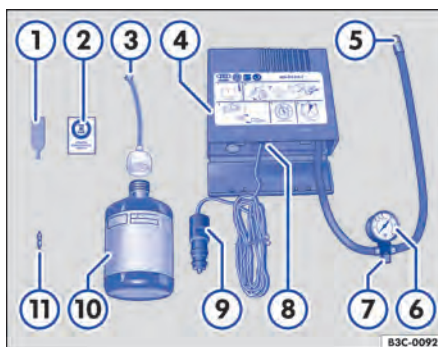

Fig. 246 Representação esquemática: componentes do kit de reparo dos pneus.
O kit de reparo dos pneus encontra-se no compartimento de bagagem sob o revestimento do assoalho. Ele é composto pelos seguintes componentes ⇒ Fig. 246:
12. Colar a etiqueta adesiva ⇒ Fig. 246 ② do kit de reparo dos pneus no campo de visão do condutor no painel de instrumentos.
- Com a chave para remoção do elemento da válvula ⇒ Fig. 246 ①, desrosquear o elemento da válvula da válvula do pneu e colocá-lo sobre uma superfície limpa.
- Agitar a garrafa para enchimento dos pneus ⇒ Fig. 246 ⑩ algumas vezes com força.
- Rosquear a mangueira de enchimento ⇒ Fig. 246 ③ com firmeza no sentido horário sobre a garrafa para enchimento dos pneus. A película na tampa é perfurada automaticamente.
- Remover a vedação da tampa da mangueira de enchimento ⇒ Fig. 246 ③ e introduzir a extremidade aberta totalmente na válvula do pneu.
- Rosquear novamente o elemento da válvula com a chave para remoção do elemento da válvula ⇒ Fig. 246 ① na válvula do pneu.
- Rosquear a mangueira de enchimento dos pneus ⇒ Fig. 246 ⑤ do compressor de ar com firmeza na válvula do pneu.
- Verificar se o parafuso de sangria de ar ⇒ Fig. 246 ⑦ está fechado.
- Encaixar o conector do cabo ⇒ Fig. 246 ⑨ em uma tomada 12 V do veículo ⇒ Página 213.
- Ligar o compressor de ar com o interruptor LIGA-DESLIGA ⇒ Fig. 246 ⑧.
- Tempo de funcionamento máximo de 8 minutos** ⇒ ①.
Reconectar a mangueira de enchimento dos pneus ⇒ Fig. 246 ⑤ e ler a pressão dos pneus no manômetro de pressão dos pneus ⑥.